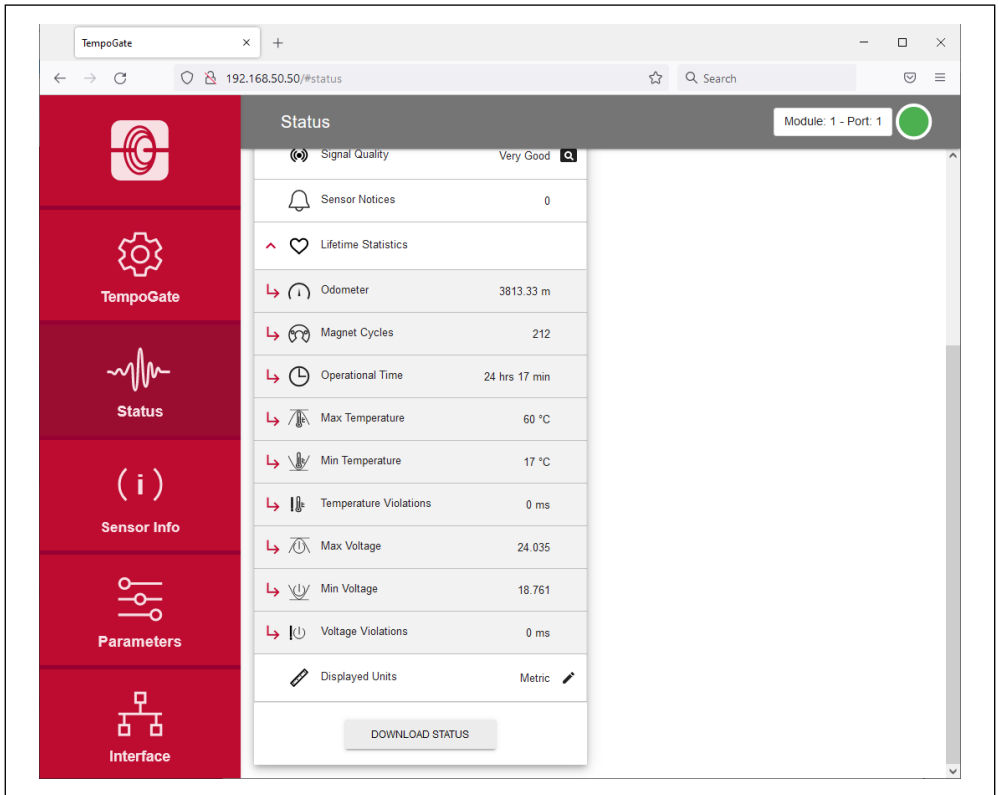

Abb. 36: Werte unter „Lifetime Statistics“
- **Lifetime Statistics:** Klicken Sie den roten Pfeil links neben dem Symbol an, um weitere Informationen des Sensorstatus anzuzeigen (je nach Ausgang des Sensors) (Abb. 36):